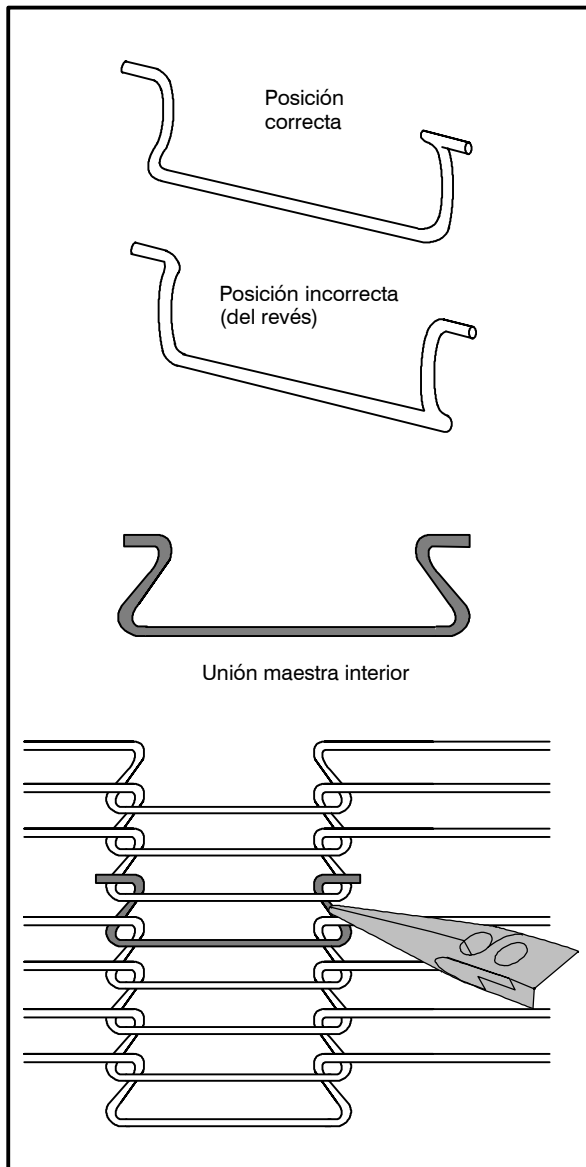

Figura 10
6. Instale las uniones maestras interiores de unión, encargadas de conectar los dos extremos de la banda. Véase la Figura 10.